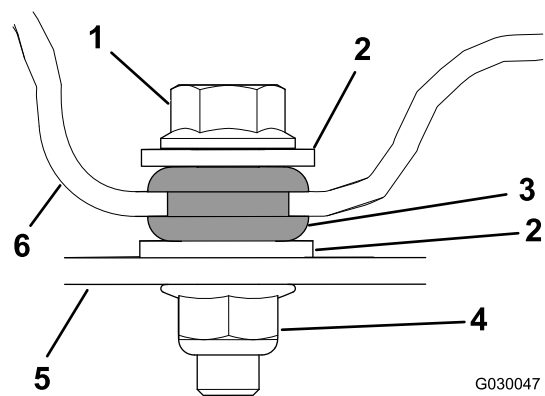

図 6
3. 日よけを固定するフランジヘッドボルト4本、ワッシャ8枚、フランジナット4個を使用する 図 6。